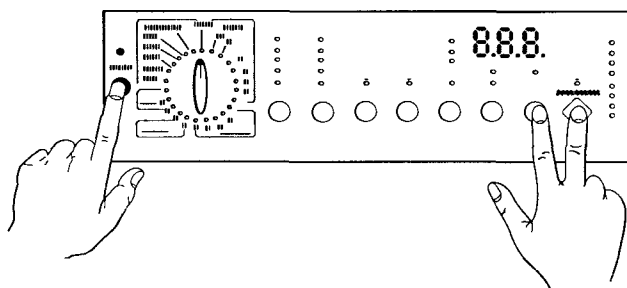
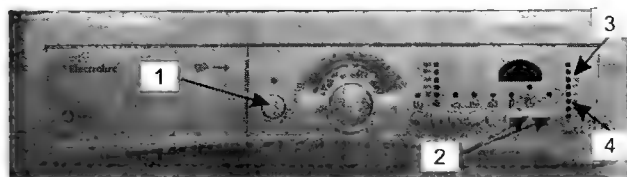
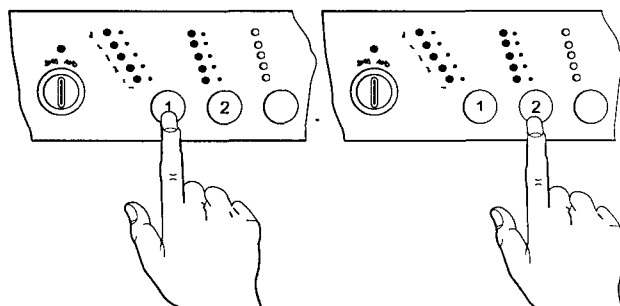

Рис. 5.3.1. Внешний вид передней панели СМ с контроллером EWM 2000
Рис. 5.3.2. Внешний вид передней панели СМ с контроллером EWM 2000
Рис. 5.3.6. Управление диагностическим режимом
Панели управления СМ с селектором программ, оборудованных системой EWM 2000 могут быть как с дисплеем и светодиодами, или только со светодиодами. Селектор на панели управления может быть расположен слева или справа. Внешний вид некоторых панелей показан на рис. 5.3.1 и 5.3.2.
- одновременно нажимают на кнопку «старт» и какую-либо другую кнопку, как показано на рис. 5.3.1 и 5.3.2 (на рис. 5.3.2 — это кнопки 2, применительно к другим панелям управления назначение кнопок также может быть другим), и удерживая обе кнопки, включают СМ (на рис. 5.3.2 — кнопкой 1);
показан код последней ошибки. На панелях без дисплея будут гореть соответствующие светодиоды (например, на рис. 5.3.2 — это группы 3 и 4), указывающие ошибку в двоичном коде. Перевести двоичный код в соответствующую букву или цифру можно используя табл. 5.3.1 (черный кружок означает свечение индикатора).
Четыре нижних светодиода (4 — см. рис. 5.3.2) показывают единицы, четыре верхних — десятки (3)
Нажимая кнопку 1 (рис. 5.3.6) можно последовательно переходить к следующему шагу диагностики. Кнопка 2 возвращает предыдущий шаг (рис. 5.3.6). Выполнение каждого шага сопровождается индикацией соответствующего светодиода (например, на рис. 5.3.2 они расположены вертикально слева панели).